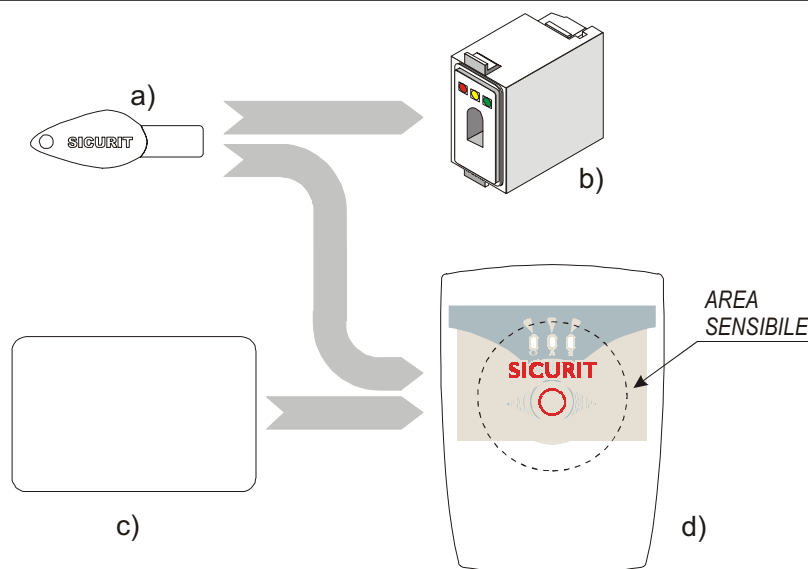

Fig. 3 - Chiave Elettronica CHE488 (a) ed Inseritore CHE403 (b), scheda CHE 488 CARD (c) e lettore di prossimità CHE 483 PROS (d).
- **Attivatore CHE488** (Vedi Fig. 3)